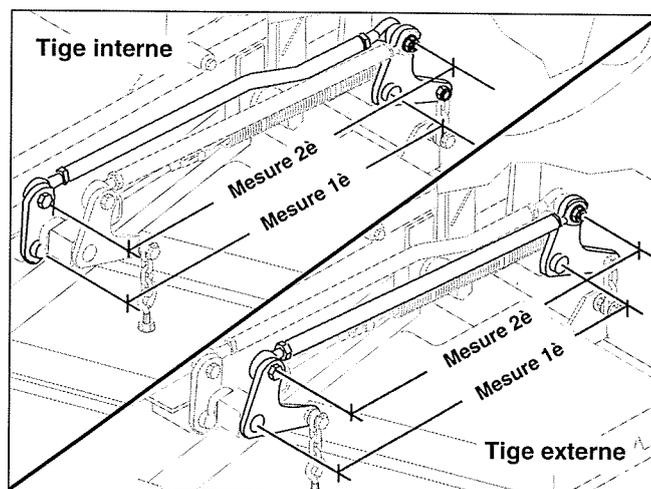

Figure 49. Mesure des tiges de levage interne et externe
2. Pour vérifier la synchronisation de tige de levage interne, mesurer et noter la distance entre les pivots de levage internes et les pivots de tige internes. Répéter pour l'autre côté de l'unité. Voir figure 49.
3. Pour vérifier la synchronisation de tige de levage externe, mesurer et noter la distance entre les pivots de levage externes et les pivots de tige externes. Répéter pour l'autre côté de l'unité. Voir figure 49.